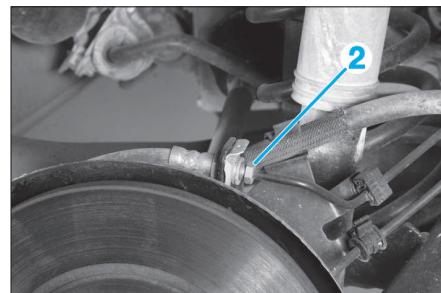

FIG. 29
- Déposer le tuyau rigide (2) du flexible de frein (Fig.29).